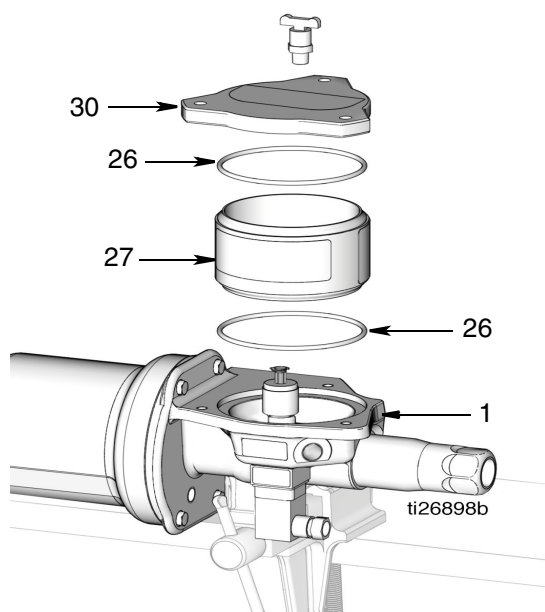

FIG. 17
12. Rimuovere il serbatoio (27) dalla base della pompa (1) (FIG. 17). Se si sostituiscono gli O-ring (26), rimuovere gli O-ring dal serbatoio e dal coperchio. Smaltire gli O-ring secondo le norme vigenti per il corretto smaltimento.